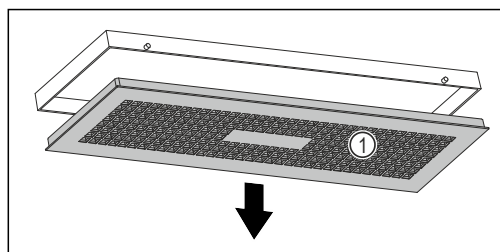

Fig. 112
- Wasserbox langsam nach unten drehen und dabei Abdeckung Fig. 112 (1) festhalten.
- Abdeckung Fig. 112 (1) entnehmen.